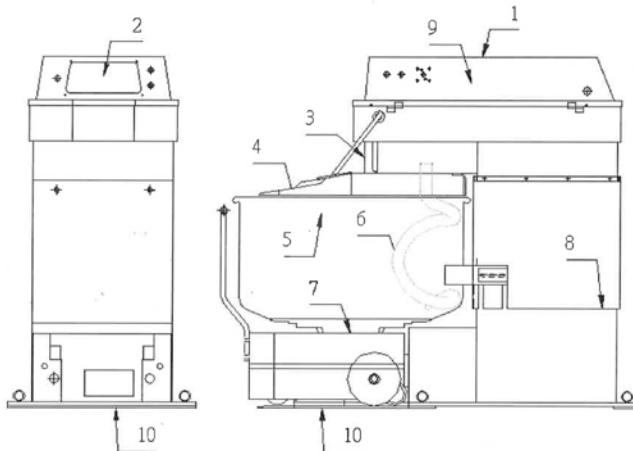

Figura 3
2. Controllare che la piastra inferiore della macchina sia parallela al pavimento. In caso contrario, è possibile regolarla con le viti di livellamento, come illustrato in Figura 3.